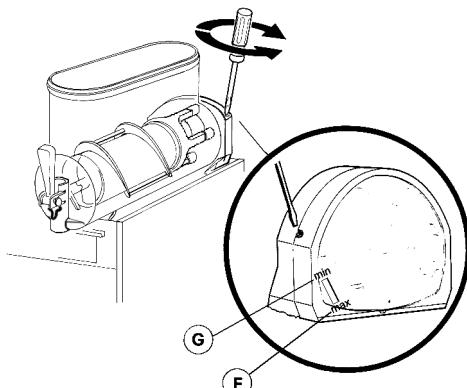

figura 3
- 1 Regolazione della densità:** la densità ottimale della granita è stata regolata in fabbrica. Volendo variare tale densità girare con un cacciavite l'apposita vite di regolazione alloggiata in ciascuna delle pareti posteriori del distributore (vedere figura 3):